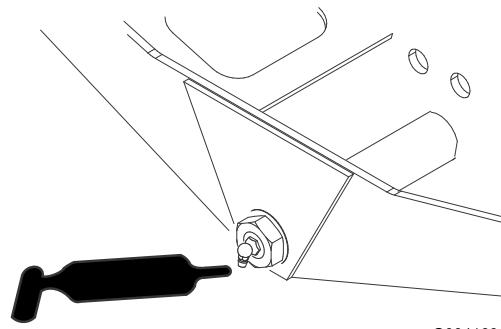

Figure 35
- Pivot de direction d'essieu (1) (Figure 35)